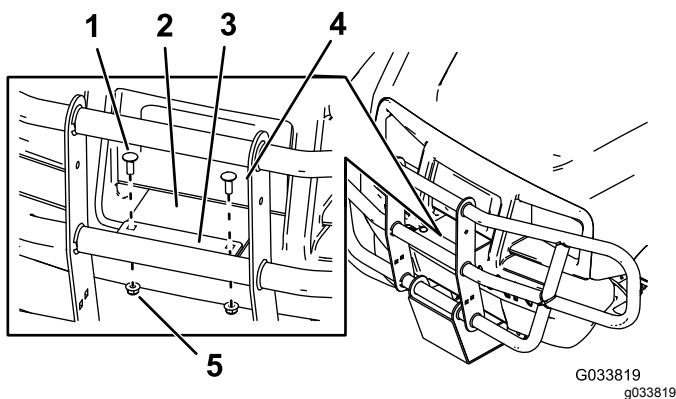

Figura 3
5. Instale la defensa delantera en el soporte de montaje largo usando 2 pernos de cuello cuadrado y 2 tuercas (5/16"), como se muestra en la Figura 3.